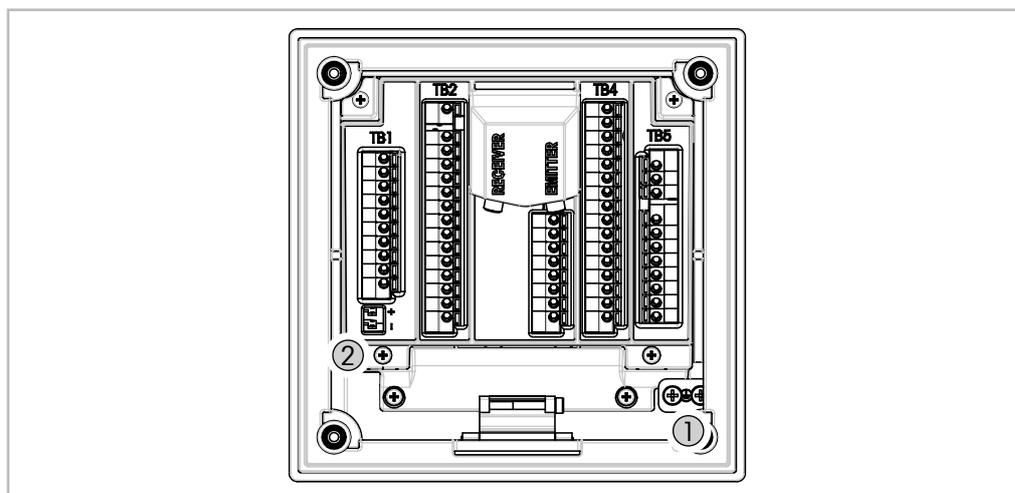

Fig. 12: Mise à la terre de la borne de mise à la terre et du fil de terre interne
3. Pour le modèle en acier inoxydable : reliez à la terre la borne de mise à la terre comme indiqué sur la Fig. 12, page 31. La section du fil de terre doit être supérieure à 0,8 mm2 (18 AWG).
Pour le modèle en acier inoxydable : reliez à la terre la borne de mise à la terre comme indiqué à la Fig. 12, page 31.